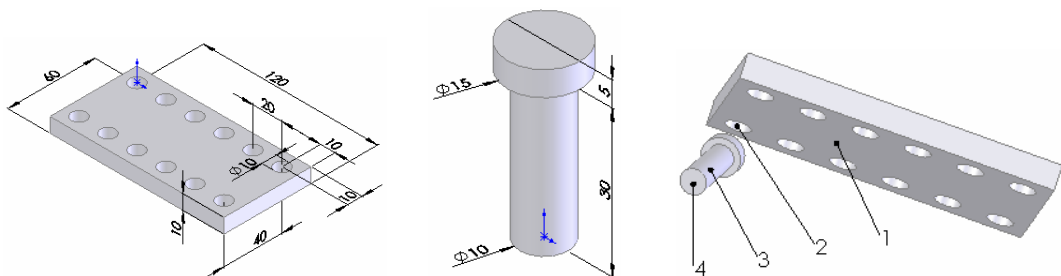

图 11-54 底座零件尺寸图示 图 11-55 圆柱零件尺寸图示 图 11-56 插入零件后的装配体
❶ 创建装配体文件。选择菜单栏中的“文件”→“新建”命令，在系统弹出的“新建 SolidWorks 文件”对话框中，单击“装配体”图标, 创建一个装配体文件。
❷ 插入“底座”文件。选择菜单栏中的“插入”→“零部件”→“现有零件/装配体”命令，插入已绘制的名为“底座”文件，并调节视图中零件的方向，底座零件的尺寸如图 11-54 所示。